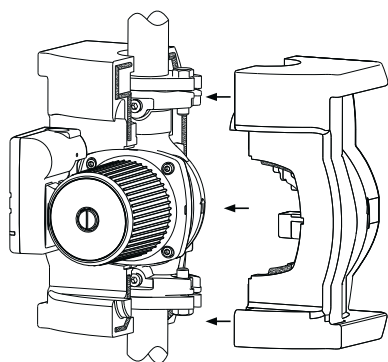

Fig. 6 Coincidir las dos caras de la carcasa aislamiento (áreas de los puntos indican sellador)
3. Fósforo encima de los dos lados de la cáscara aislamiento sobre la voluta de la bomba como se ilustra en la fig. 6. Si las cáscaras no se aparean; los pernos de la brida están instalados en la dirección equivocada; ver paso uno y / o cambiar la ubicación de cáscara aislamiento.